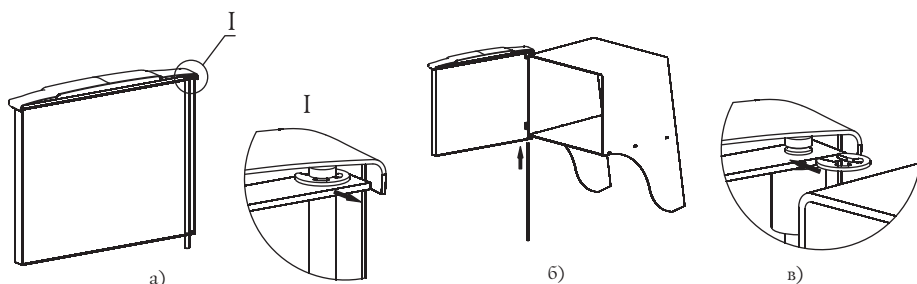

Рисунок 7. Установка дверцы при монтаже печи «Ангара»
1. Извлеките ось из дверцы, предварительно сняв упорную быстросъемную шайбу, рисунок 7.а;